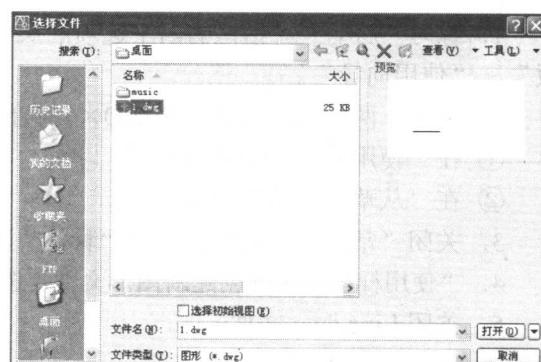

图1.9 “选择文件”对话框
(4) 打开图形文件1.dwg 单击菜单【文件】→【打开】，将弹出“选择文件”对话框，如图1.9所示，从“搜索”下拉列表指定文件搜索路径“桌面”，选择1.dwg，在“预览”栏显示指定文件的预览图像，双击要打开的文件名，即可打开该图形。